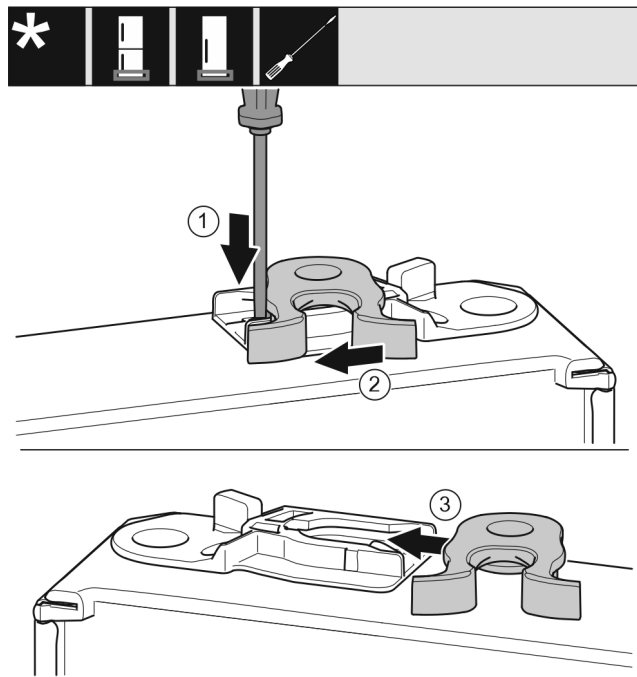

Fig. 23 *
- ▶ Pousser la languette Fig. 23 (1) vers le bas avec un tournevis plat.*
- ▶ Retirer la gâche Fig. 23 (2) du guide.*
- ▶ Pousser la gâche Fig. 23 (3) de l'autre côté dans le guide.*